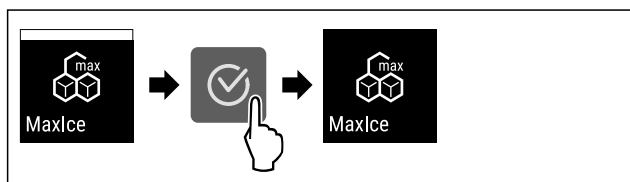

Fig. 20
- ▶ Suivre les étapes (voir Fig. 20) .